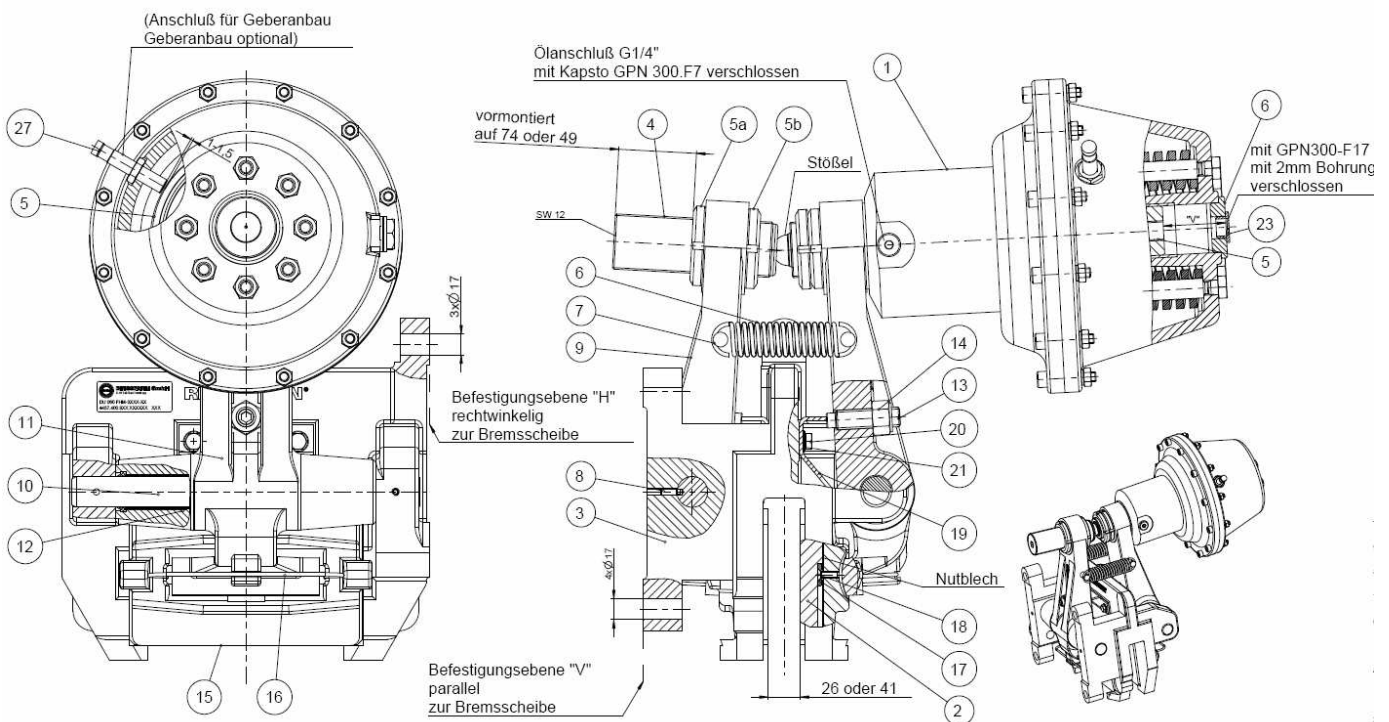

Bild 3.1
- die Ausführung DU 060 FHM, Feder-Druckzylinder rechts montiert wie in Bild 3.1 Absatz 3 gezeigt.
Entfernen Sie die Kunststoff-Schutzkappe (Bild 3.1 , Pos. 23).
Drehen Sie die Schraube in das Gewinde vom Federteller (Bild 3.1, Pos. 5) ein, bis die Bremse geöffnet ist.
- Drehen Sie die beiden Gewindestifte M16 (Bild 3.1 Pos. 13) entgegen dem Uhrzeigersinn ca. 2 Umdrehungen zurück.
- Lösen Sie die Nutmutter (Bild 3.1, Pos. 5b) und drehen Sie diese zum Abstützbolzenende hin zurück.